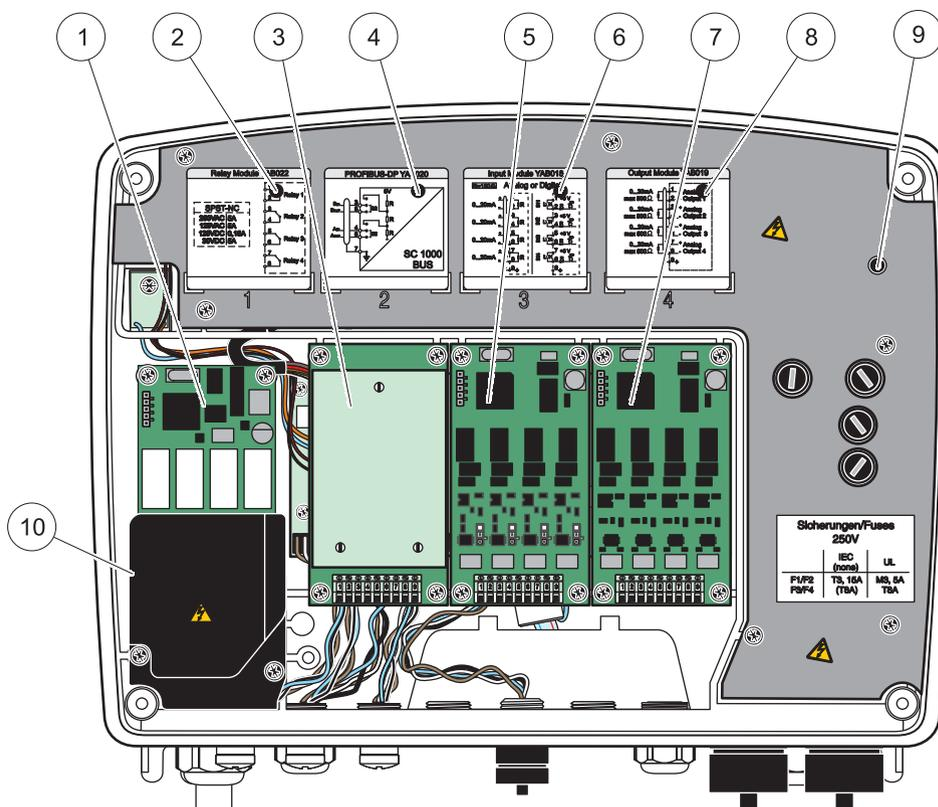

Figure 18 Ports de la carte mémoire
3. Connecter la carte relais à la fente appropriée (Figure 18). Utilisez un tournevis magnétique pour fixer les quatre vis cruciformes sur la carte (il est plus facile de connecter les cartes en plaçant le module dans sa position verticale normale qu'en le posant à l'horizontale sur un établi).
6. Ecrire le numéro de série de la plaque signalétique sur l'autocollant fourni et l'attacher à la principale barrière haute tension (Figure 18). Ce numéro de série est la même adresse interne de la carte sur le réseau.
2. Connecter la carte d'entrée de la fente appropriée (Figure 18). Utiliser un tournevis magnétique pour fixer les quatre vis à la carte.
5. Ecrire le numéro de série de la plaque signalétique sur l'autocollant fourni et l'attacher à la principale barrière haute tension (Figure 18).
2. Connecter la carte de sortie à la fente appropriée (Figure 18). Utiliser un tournevis magnétique pour fixer les quatre vis sur la carte.